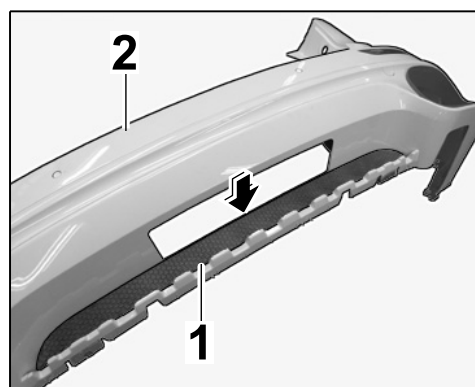

Рис. 8
3.7.1 Вставить решетку $\Rightarrow$ Рис. 8 -1- в накладку задней части кузова $\Rightarrow$ Рис. 8 -2- $\Rightarrow$ Рис. 8 -стрелка-.